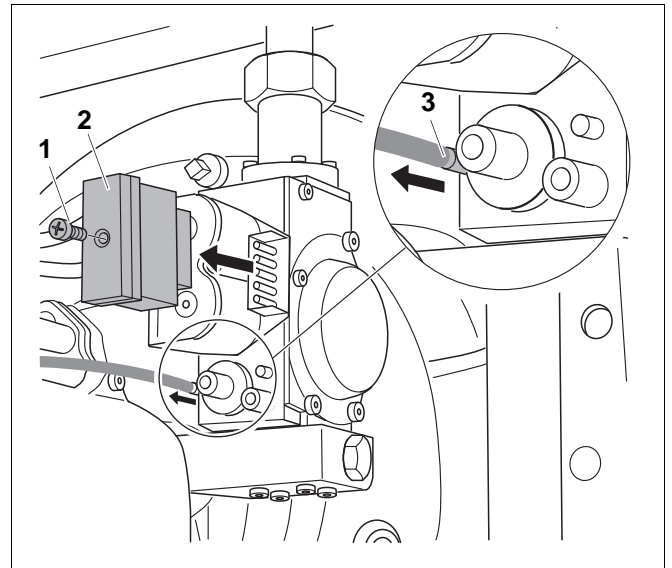

Рис. 41 Выньте штекер
- На газовой арматуре отверните винт (рис. 41, **поз. 1**) на штекере (рис. 41, **поз. 2**) и снимите штекер.
- Отсоедините импульсную линию (рис. 41, **поз. 3**) от газовой арматуры.
- Установите штекер и закрепите его винтом (рис. 41, стр. 43).